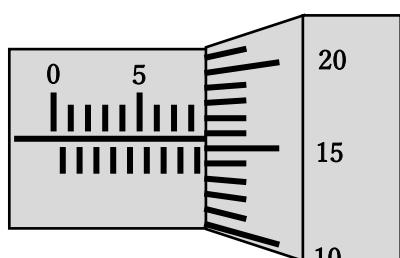

図 2
- (3) 図2はマイクロメーターの測定例である。この場合の測定値を書け。